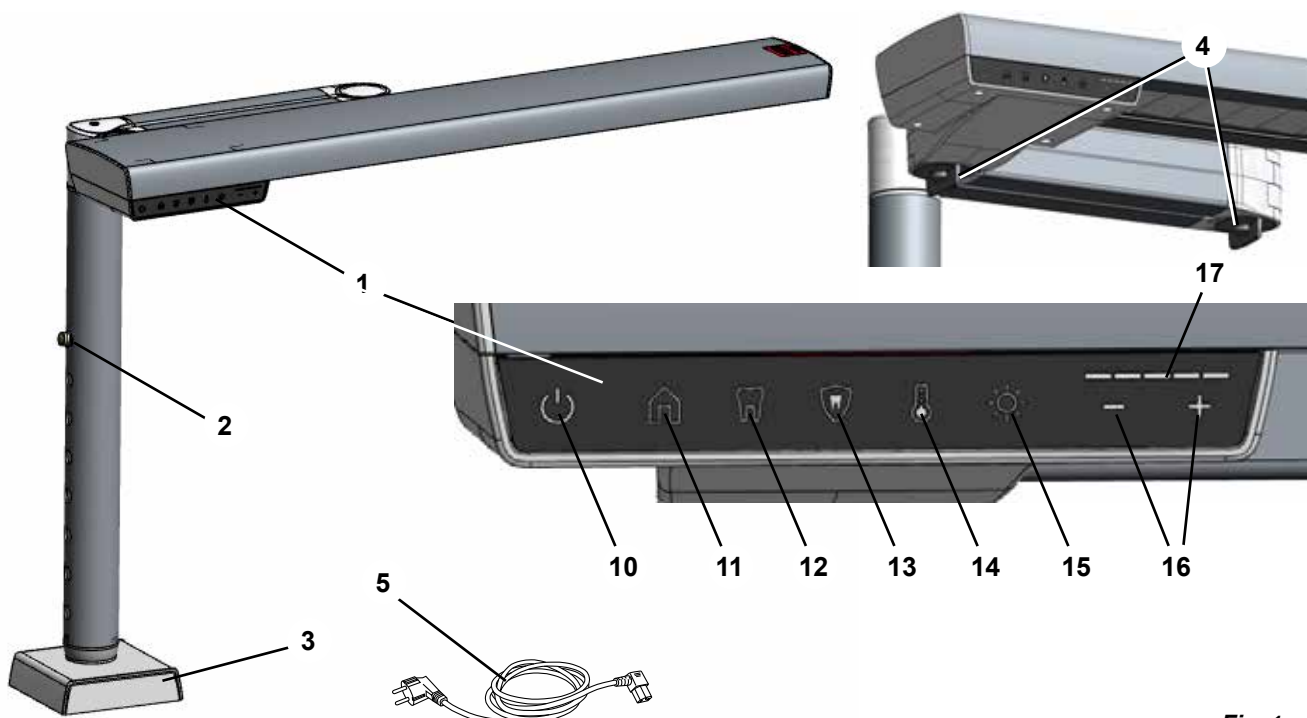

Fig. 1
- ⇒ Tryk låsemekanismen til højdeindstillingen (2, Fig. 1) ind og træk det indvendige rør på soklen ud til den maksimale position.
i *For at bestemme det egnede monteringssted løsnes samlingslåsen (4, fig. 1) og kontroller, at du kan flytte arbejdspladslampen til den optimale position beskrevet tidligere (kapitel 4.2.1).*
- ♦ Tasten Brightness (15, Fig. 1) lyser.
- ♦ I Intensity - visning (17, Fig. 1) bliver den aktuelle værdi for lysstyrke vist.